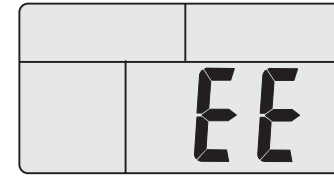

图 5.9
(5) 如测试结果超出了表 1.1 所列的测试范围，屏幕则会显示如图 5.9 所示